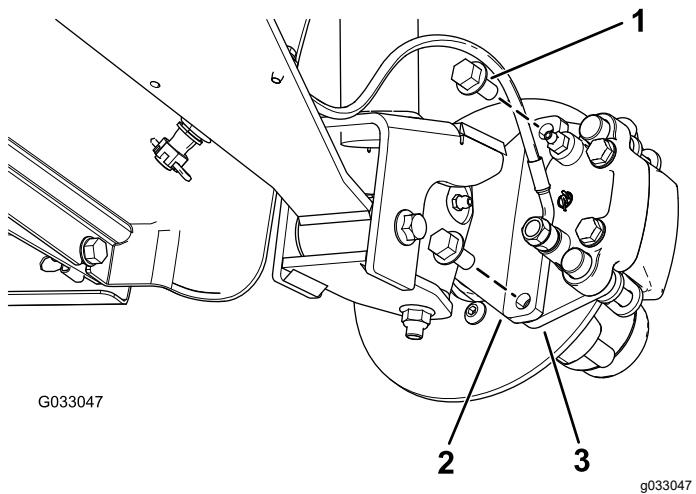
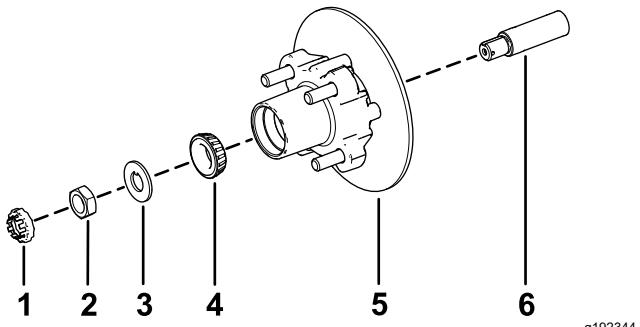

Рисунок 30
Рисунок 34
| 3. Выверните болты с фланцевыми головками ($\frac{3}{8} \times \frac{3}{4}$ дюйма), которые крепят кронштейн тормоза в сборе к оси, и отделите тормоз от оси (Рисунок 30). | |
- Нанесите тонкий слой консистентной смазки указанного типа на ось (Рисунок 34).
- Установите ступицу и тормозной диск на ось так, чтобы тормозной диск был внутри (Рисунок 34).
- Установите наружный подшипник на ось и в наружное кольцо (Рисунок 34).
- Установите стопорную шайбу на ось (Рисунок 34).
- Наверните гайку шпинделя на шпиндель и затяните гайку с моментом 15 Н·м, поворачивая ступицу так, чтобы подшипник был посажен на место (Рисунок 34).
- Совместите тормозные колодки с обеих сторон тормозного диска (Рисунок 30) с отверстиями в кронштейне суппорта и отверстиями в креплении тормоза на цапфе (Рисунок 34).
- Закрепите кронштейн суппорта на цапфе (Рисунок 30) с помощью 2 болтов с фланцевыми головками ($\frac{3}{8} \times \frac{3}{4}$ дюйма).